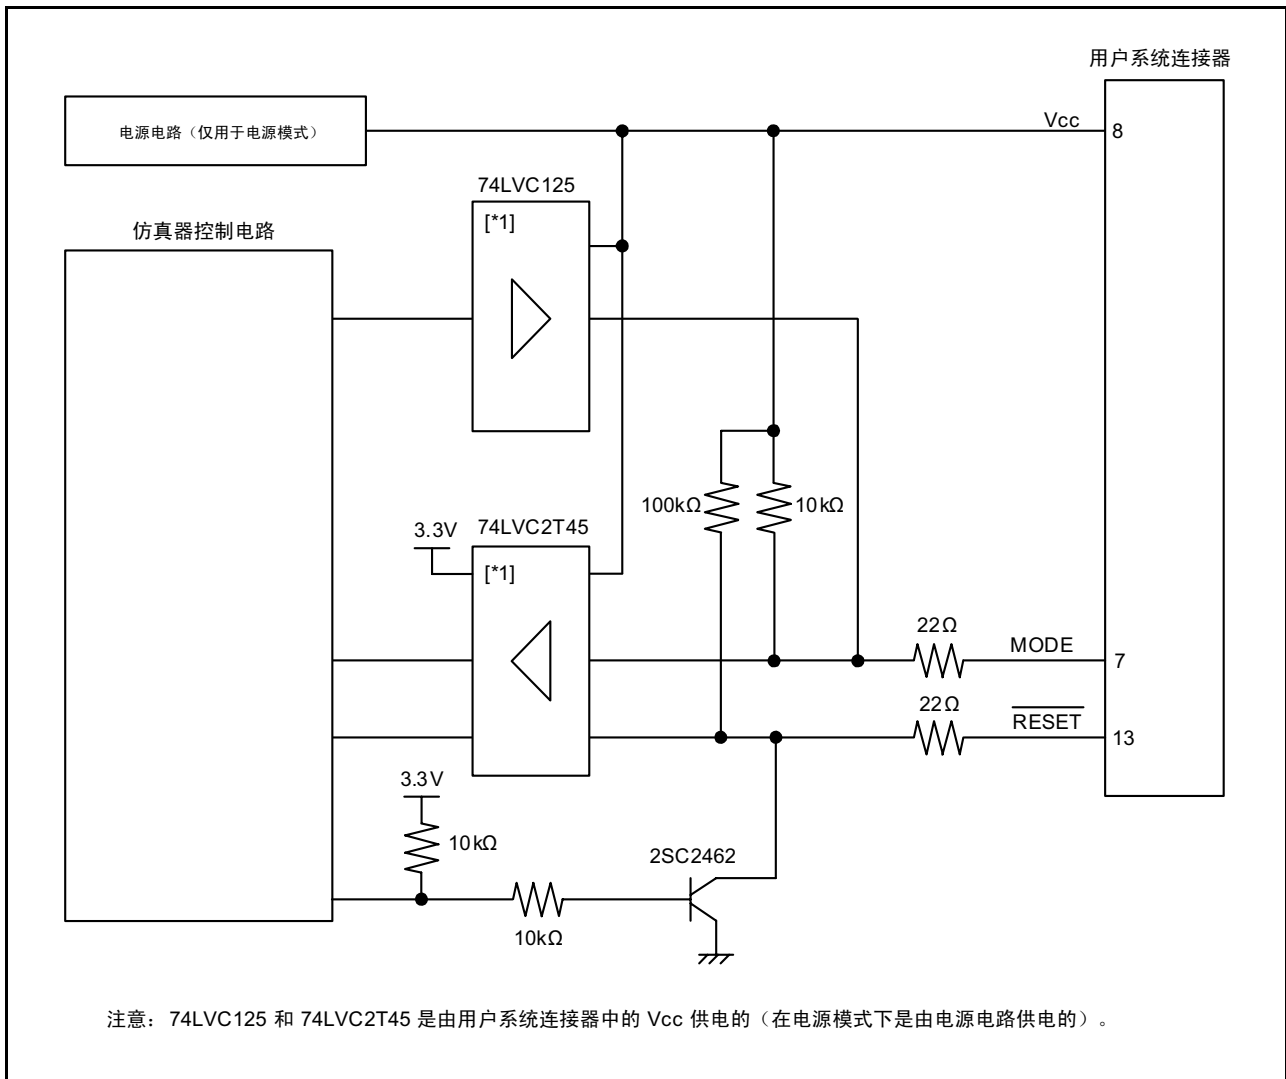

图 5.4 E8a 仿真器内部的接口电路（仅供参考）
7. 图 5.4 显示了 E8a 仿真器中的接口电路。请参考此图来确定上拉电阻值。